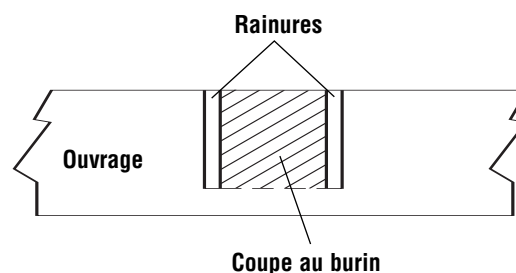

Figure 2. Rainure coupée grossièrement
6. Utilisez un burin à bois ou effectuez des passes multiples faisant glisser le bois pour enlever le matériau entre les rainures extérieures (Figure 2).